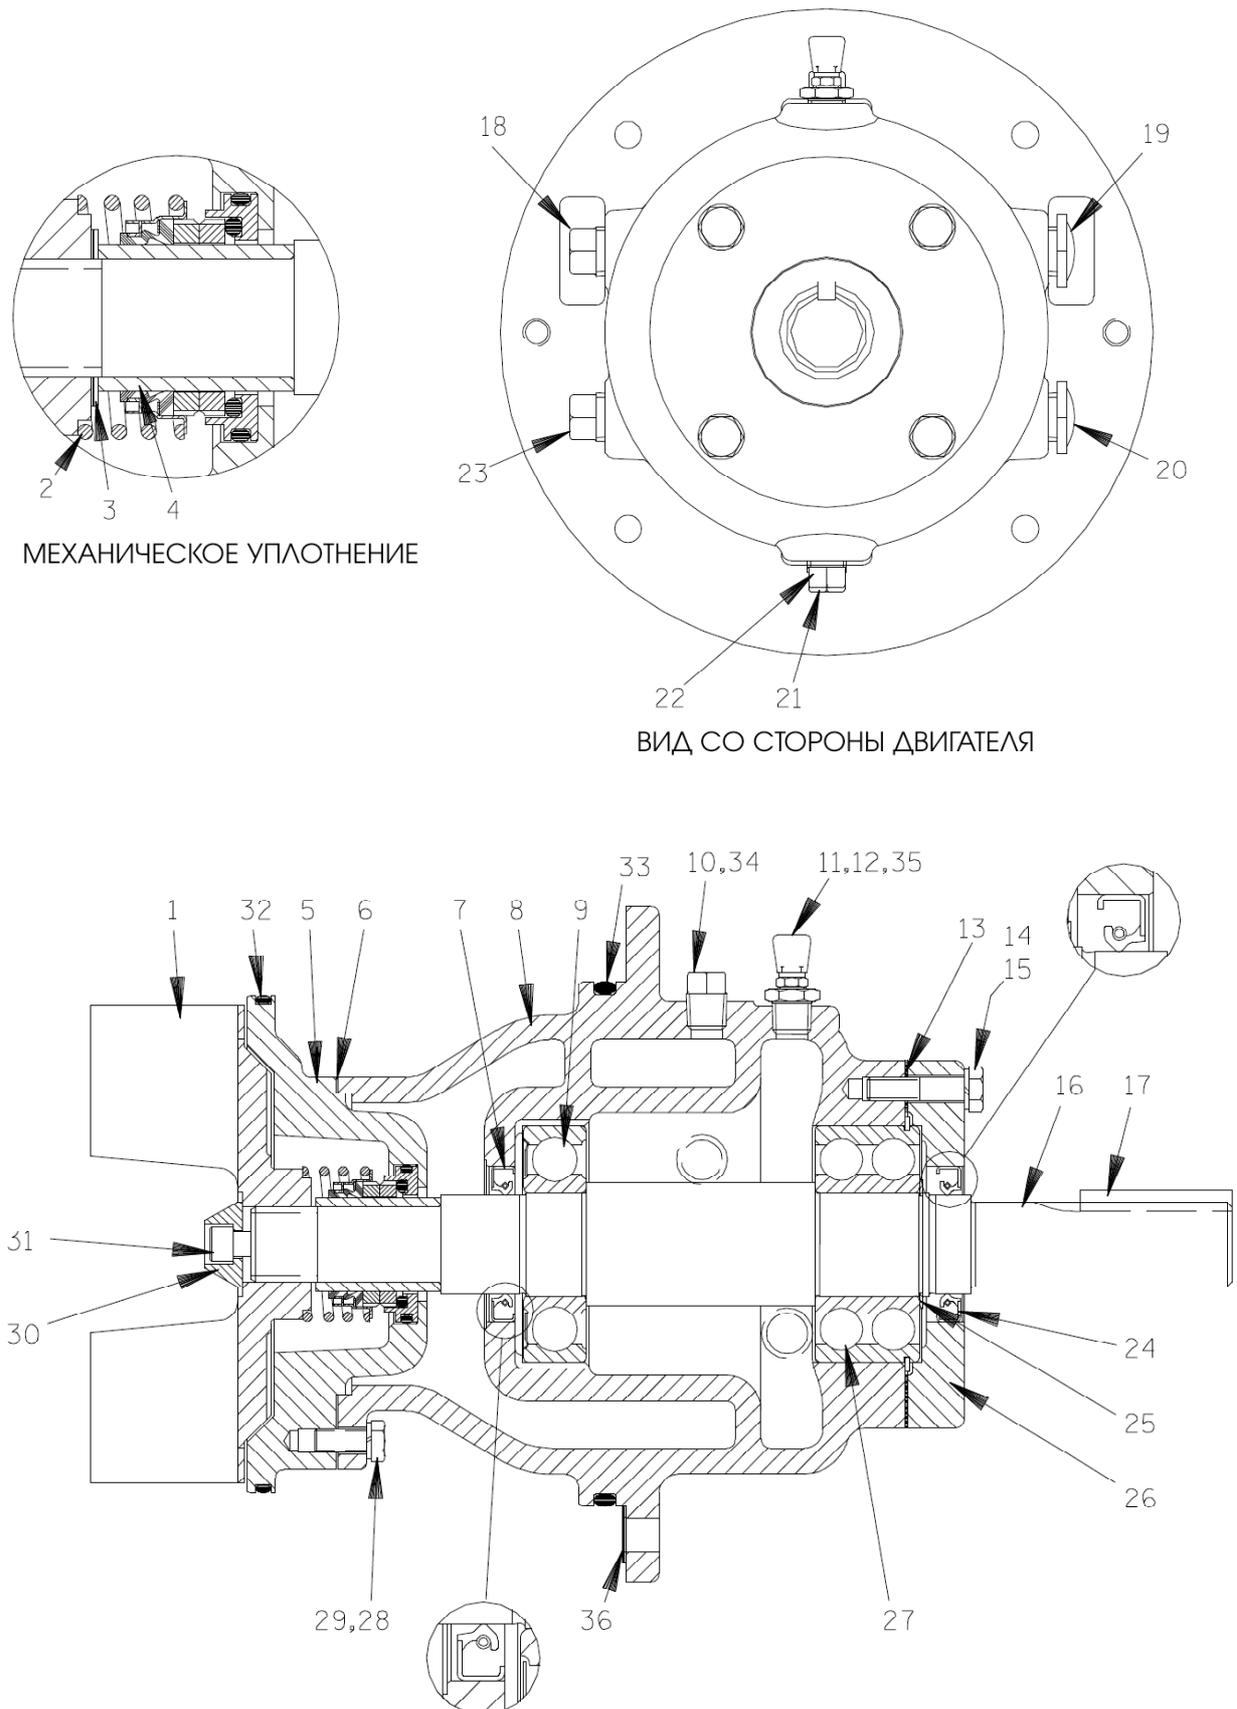

Рис. 2. Узел элементов вращения 44163–286 в сборе
**Снятие узла элементов вращения****(Рис. 2)**
**Снятие рабочего колеса****(Рис. 2)**
#### Снятие и разборка вала и подшипников (Рис. 2)
(Рис. 2)
Поместите масляное уплотнение (7) в отверстие корпуса подшипников, расположив манжету так, как показано на рис. 2, деталь С. Запрессуйте сальник в корпус до совмещения его уплотняющей поверхности с поверхностью расточенного отверстия по направлению внутрь корпуса.